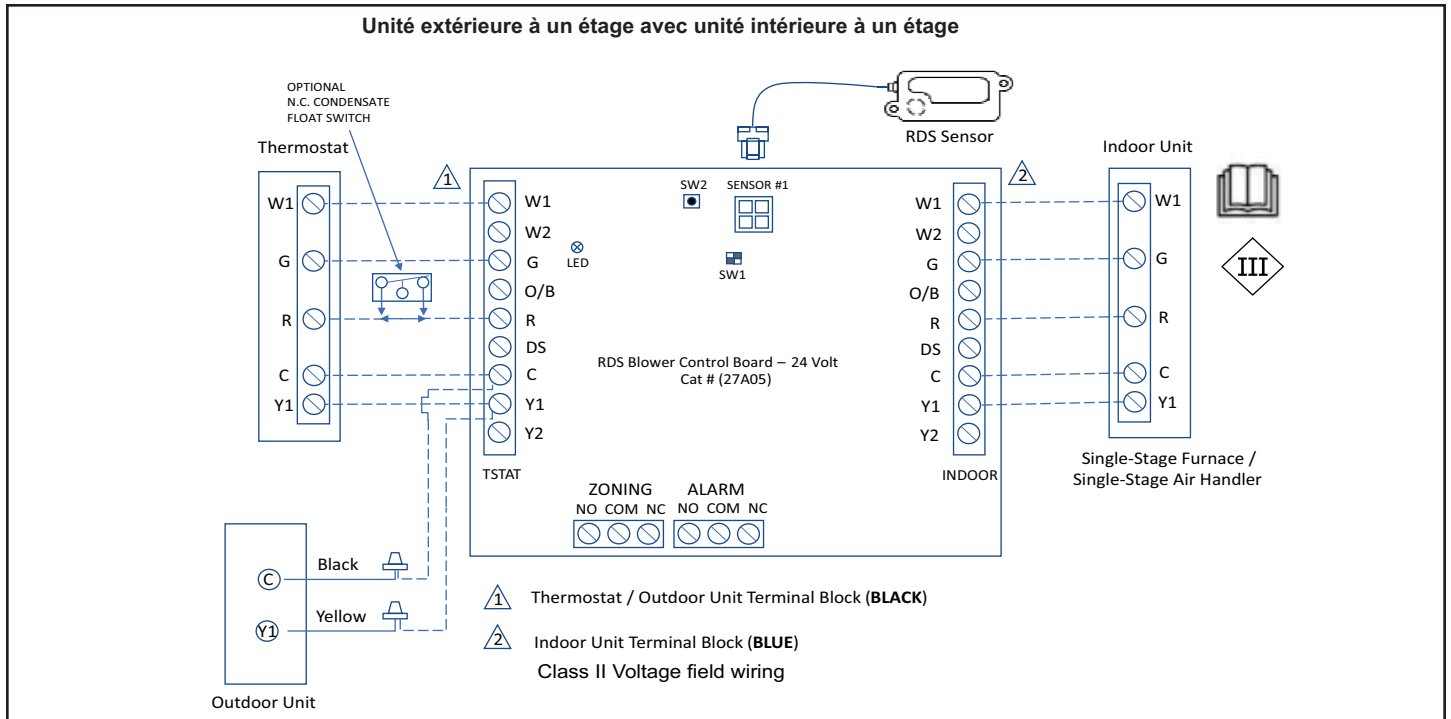

FIGURE 14
5. Installez le câblage basse tension comme illustré à la Figure 14.